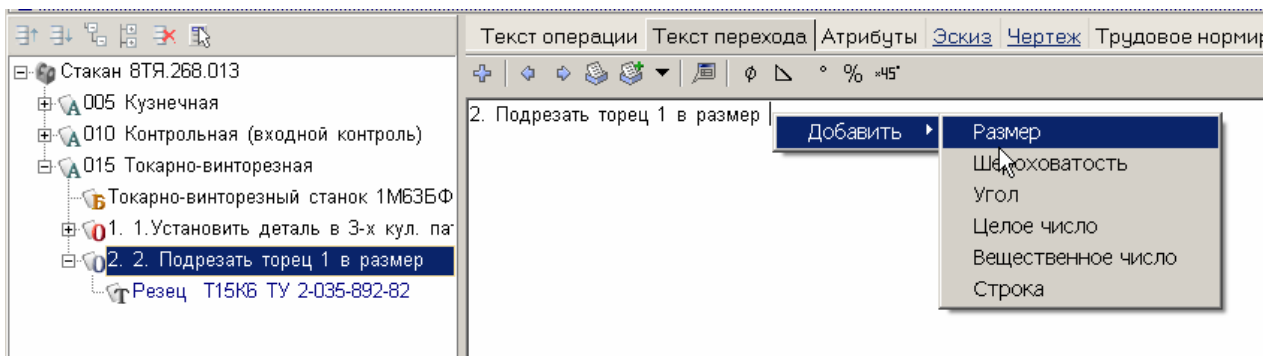

Рисунок 55 – Выбор добавления размера в текст перехода
2.12.8 Далее проиллюстрируем вставку различных размеров и шероховатостей в текст перехода. Так, например, если необходимо вставить размер, то для этого устанавливаем курсор в нужное место перехода, вызываем контекстное меню и выбираем пункт Добавить – Размер (рисунок 55).